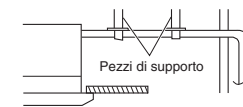

Fig. 3-29
- Non applicare forza eccessiva al tubo sul lato dell'unità quando si collega il tubo di scarico. Il tubo non deve venire lasciato pendere senza supporto dopo essere stato collegato a quest'unità. Fissare il tubo ad un muro, ad un sostegno o altro supporto il più vicino possibile a quest'unità. (Fig. 3-29)